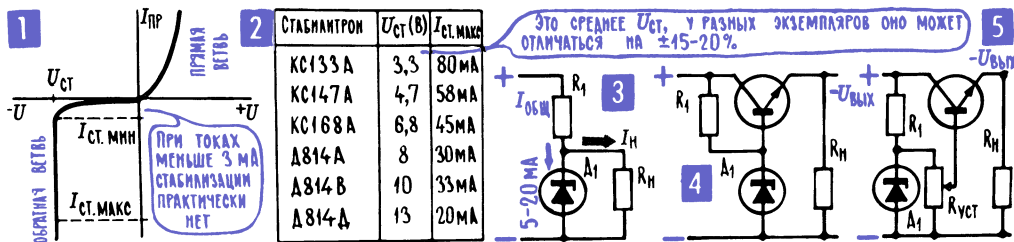
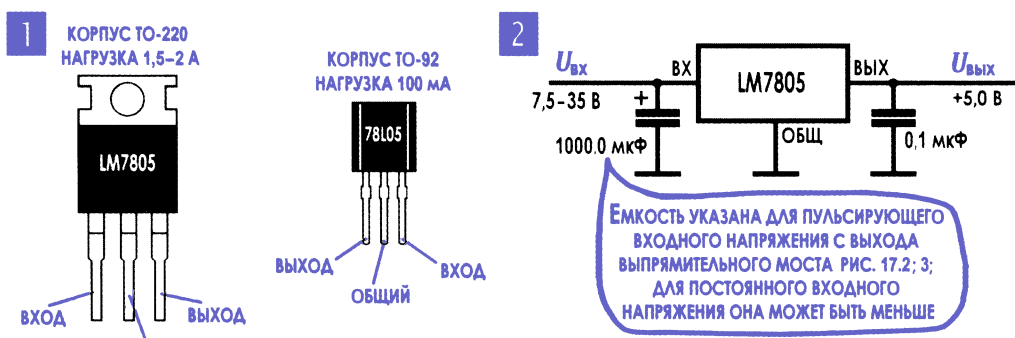

Рис. 17.4. Стабилизаторы напряжения
Рис. 17.6. Интегральный стабилизатор LM7805
Основа большинства стабилизирующих схем – особый кремниевый диод, стабилитрон (рис. 17.4; 1), который сам по себе предназначен для стабилизации напряжения. Особенность его состоит в том, что в определенном режиме при обратном включении сопротивление этого диода сильно меняется при изменении пропускаемого им тока (такая характеристика у стабилитрона получается за счет определенных свойств самого полупроводникового материала), и в итоге напряжение на диоде остается неизменным. Если собрать делитель с кремниевым стабилитроном (рис. 17.4; 2) и менять подводимое к этому делителю напряжение, то сопротивление дио-
Используя стабилитрон в качестве источника опорного постоянного напряжения, можно создать электронную схему, которая будет управлять работой транзисторного фильтра и менять его режим таким образом, чтобы напряжение на выходе во всех случаях оставалось неизменным. Это настоящий электронный автомат со следящей системой (гл. 15; 5) – он следит за изменением подводимого напряжения. И с памятью в виде стабилитрона: на нем записано опорное напряжение, по которому нужно равняться (рис. 17.4; 4). Некоторые варианты стабилизированного выпрямителя, например схема, показанная на рис. 17.4; 5, позволяют в широких пределах регулировать выпрямленное напряжение $U_{вых}$. Изменяя с помощью $R_{уст}$ «минус» на базе, мы меняем опорное напряжение и в итоге выпрямленное напряжение $U_{вых}$, которое достается нагрузке.
Примечание редактора. Обращаю внимание читателя на то, что схемы рис. 17.4; 4, 5 представляют собой не что иное, как эмиттерный повторитель (см. гл. 12; 8). У него высокое входное сопротивление (поэтому он почти не шунтирует стабилитрон, не выводя его из режима стабилизации) и низкое выходное (поэтому $U_{вых}$ мало зависит от изменений тока нагрузки). У такой схемы, однако, есть недостатки, так как наклон обратной характеристики стабилитрона (обратная ветвь на рис. 17.4; 1) хоть и велик, но не представляет чистый перпендикуляр к оси напряжений (другими словами, величина $\Delta U_{ст} / \Delta I_{ст}$, называемая дифференциальным сопротивлением, у стабилитронов не равна нулю, а представляет собой довольно большую величину порядка десятков ом). Поэтому колебания входного напряжения и из-за пульсаций, и из-за изменения тока потребления хоть и малы, но все-таки сказываются на напряжении стабилитрона и без изменений передаются в нагрузку.
Для снижения этого эффекта и стабилитрон, и выход схемы обязательно шунтируют электролитическими конденсаторами (на рис. 17.4; 4, 5 не показаны), часто вдобавок к ним устанавливают керамические малой емкости для лучшего снижения высокочастотных помех, как указано выше. Но все-таки коэффициент стабилизации такой схемы недостаточен для получения качественного питания.
определяется параметрами выпрямителя) и выходным $U_{\text{вых}}$ (которое определяется параметрами стабилизатора) выделяется в виде тепла на транзисторе. Тепловая мощность в ваттах определяется током нагрузки $I_{\text{нагр}}$ и подсчитывается по простой формуле $(U_{\text{вх}} - U_{\text{вых}}) \cdot I_{\text{нагр}}$. При большой разнице по напряжению между входом и выходом и существенной нагрузке количество тепла может быть велико настолько, что транзистор придется ставить на большой теплоотвод, и лишь малая часть энергии пойдет в нагрузку – будете зазря отапливать окружающую среду. Но и слишком малая разница тоже неприемлема, так как при снижении тока через стабилизатор ниже уровня его стабилизации никакой стабилизации уже не будет (рис. 17.4; 1). Поэтому при нестабильной нагрузке и «гуляющем» входном напряжении всей схемы расчет и самого линейного стабилизатора, и входного выпрямителя для него – довольно тонкая задача балансировки между двумя крайностями.
¹¹ Или в схеме со стабилизацией (рис. 17.4; 4) взять стабилизатор с номиналом поменьше.
10. Дополнение от редактора: современные стабилизаторы напряжения. Уже в 1970–1980-е годы были широко распространены интегральные стабилизаторы напряжения. По функциональности они повторяли схему со стабилитроном, показанную на рис. 17.4; 4, но имели несравненно более высокий коэффициент стабилизации, быстродействие, необходимое для отработки быстрых перепадов тока потребления, и температурную стабильность. Подобные стабилизаторы (называемые линейными) выпускались на ряд фиксированных напряжений (обычно 3,3, 5, 9, 12 и 15 В), а также регулируемые в определенном диапазоне с помощью внешнего переменного резистора, как на рис. 17.4; 5. Одним из самых первых таких стабилизаторов и самым известным стала микросхема под общим названием LM78xx, где xx – напряжение стабилизации (05, 12 и т. д.). Внешний вид этой микросхемы в двух исполнениях (мощном на токи до 1,5–2 А и маломощном на ток до 100 мА) показан на рис. 17.6; 1, а типовая схема включения в расчете на напряжение 5 В – на рис. 17.6; 2. Отечественный аналог – серия К142ЕН.